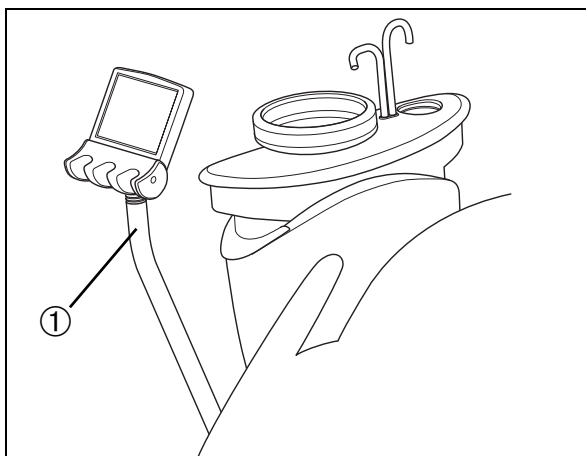

Abb. 46
Das Bedienteil ist zusätzlich durch einen Sicherheitsschalter im Schwenkarm gesichert ① (Abb. 46).